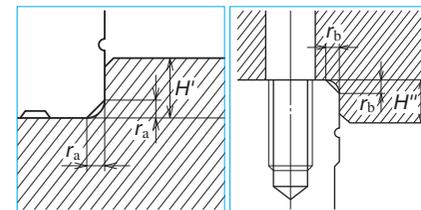

图 10.10 导轨基准面安装 图 10.11 滑块基准面安装部
(1) 工作台安装面挡边高和倒角 R
• 图 10.10、10.11 表示的是将直线导轨压靠在底座、工作台的挡边（安装面的隆起部）后进行水平方向固定时，挡边的高以及倒角 R 的尺寸。